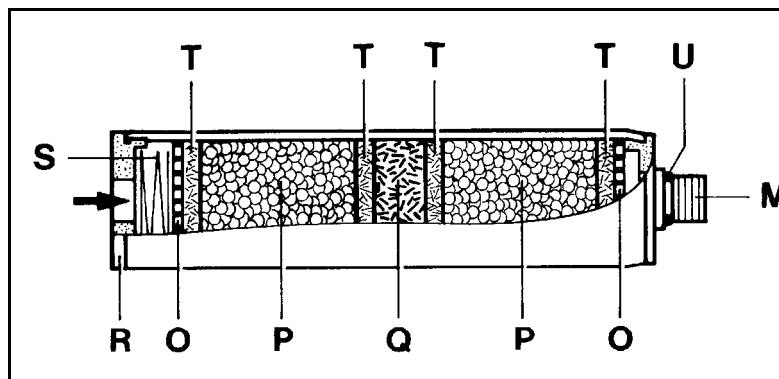

Abb. 7
**Filterpatrone -M (Abb. 7)** ist serienmäßig mit Molekularsieb und Aktiv-Kohle gefüllt. Damit wird die verdichtete Luft bezüglich ihres Öl- und Wassergehaltes gemäß der Norm DIN 3188 aufbereitet. Die Filtermittel können vom Betreiber der Kompressoranlage selbst gewechselt und nachgefüllt werden.
**Reihenfolge beachten (Abb. 7):** Lochscheibe -O mit Partikelfilter -T, Molekularsieb -P (ca. 70 cm3 = ca. 45 g), Partikelfilter -T, Aktiv-Kohle -Q (ca. 28 cm3 = ca. 12 g), Partikelfilter -T, Molekularsieb -P (ca. 70 cm3 = ca. 45 g), Partikelfilter -T, Lochscheibe -O, Feder -S. Filtermittel gut einrütteln. Füllvorgang zügig durchführen, damit Filtermittel nicht durch die Umgebungsluft gesättigt und unbrauchbar werden.